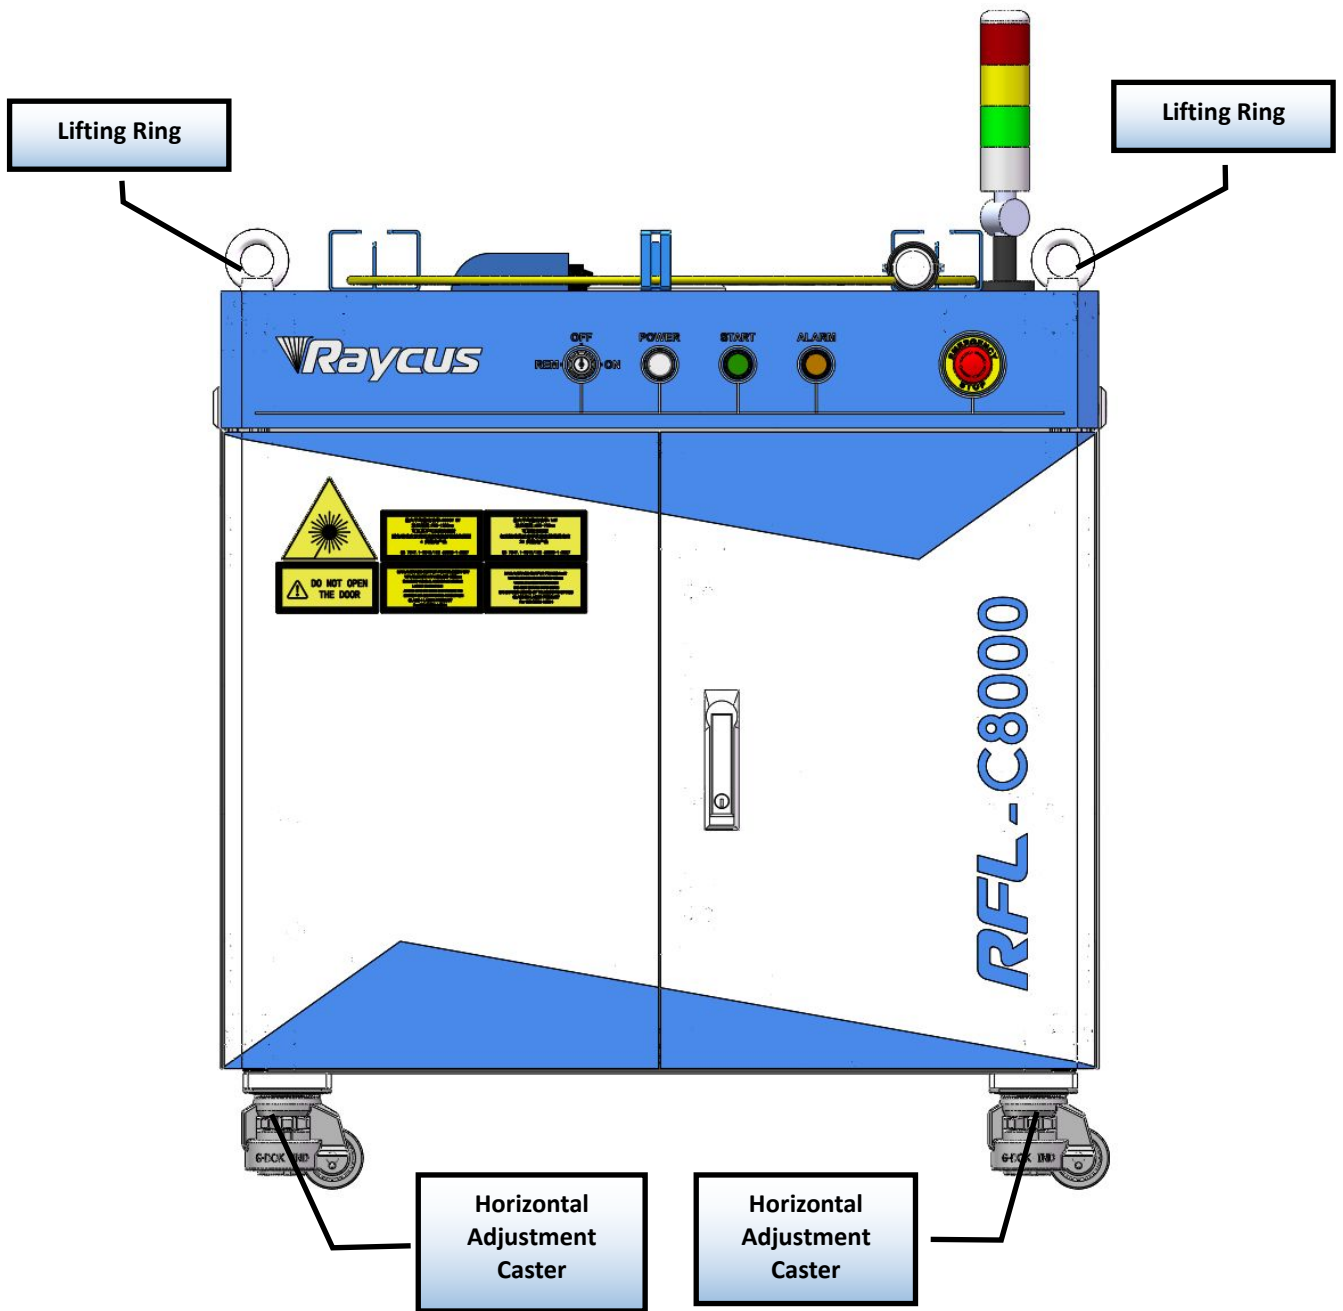

图 5 激光器顶部吊环及底部水平调节脚轮
- i) 客户可利用产品顶部的四个吊环或底部四只滚轮，对产品进行搬运或移动。客户可利用产品顶部的四个吊环或底部的四只脚轮对产品进行吊装或推移，在吊装激光器前请确保四个吊环安装牢固可靠，吊装激光器时务必使用四个吊环；在推动激光器前请确保水平调节脚轮底部支撑块离开地面，激光器定位后需调节支撑块使其与地面接触，避免激光器移位。如图 5 所示（以 C8000M-HP 为例）。